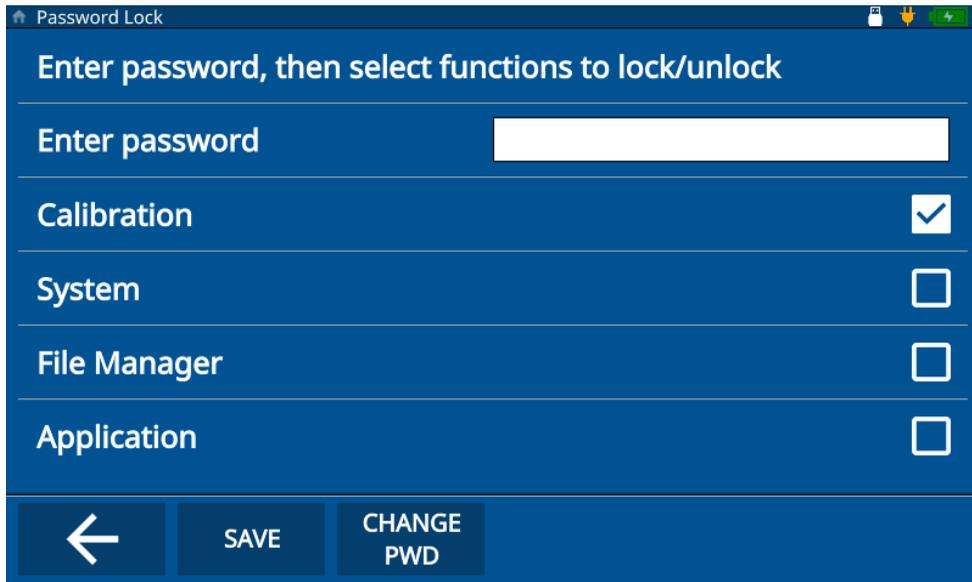

Abbildung 8-3 Password Lock Fenster
5. Wählen Sie die zu entsperrenden Funktionen aus, indem Sie die entsprechenden Kontrollkästchen deaktivieren (siehe Abbildung 8-3 auf Seite 80).